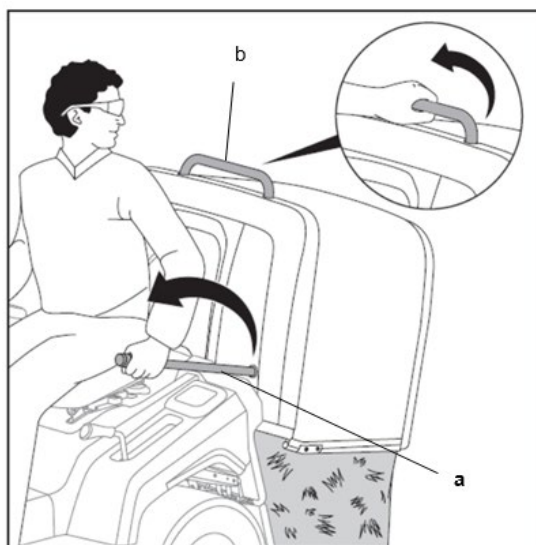

Fig.22
3. Saque la palanca de vertido de césped (a) o agarre la manija trasera (b) e incline el recogedor de césped para vaciarlo (Fig.22).